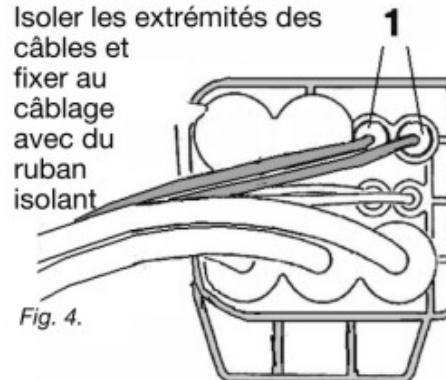

Fig. 4.
15. Enlever les bornes de la chambre 1 et de la chambre 2 (Fig. 4)